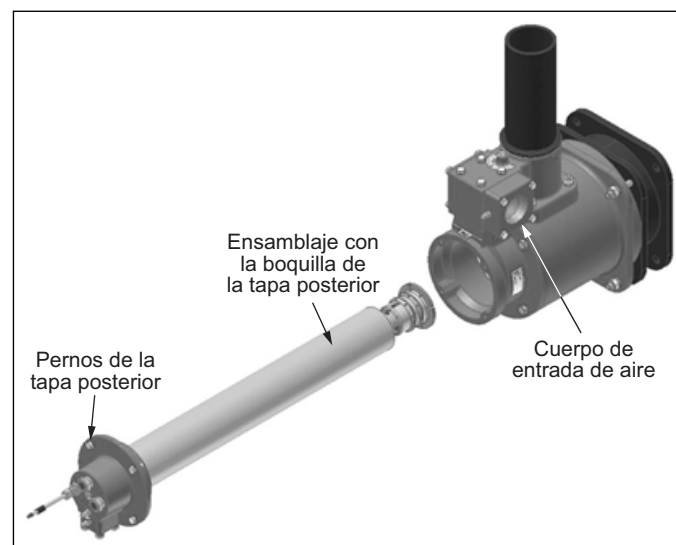

Figura 3.9
1. Si ya está montado, retire el conjunto de la cubierta trasera quitando tornillos de la tapa trasera. Véase Figura 3.9.
3. Deslice la tapa posterior a través del cuerpo de entrada de aire y dentro del combustor. Véase Figura 3.9.